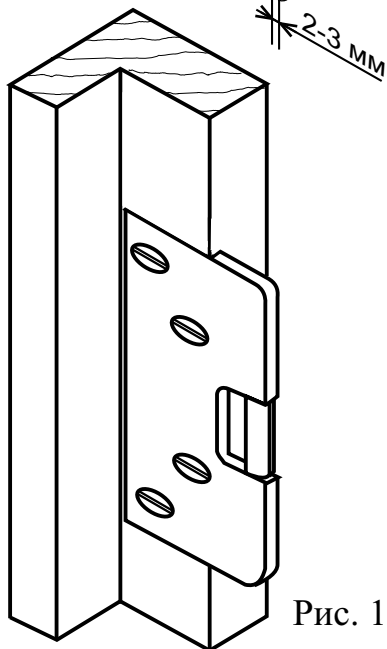

Рис. 11
**7.1.8.** Установите широкую запорную планку (рис.1, позиция 4) в соответствии с рис. 11, рис.12.